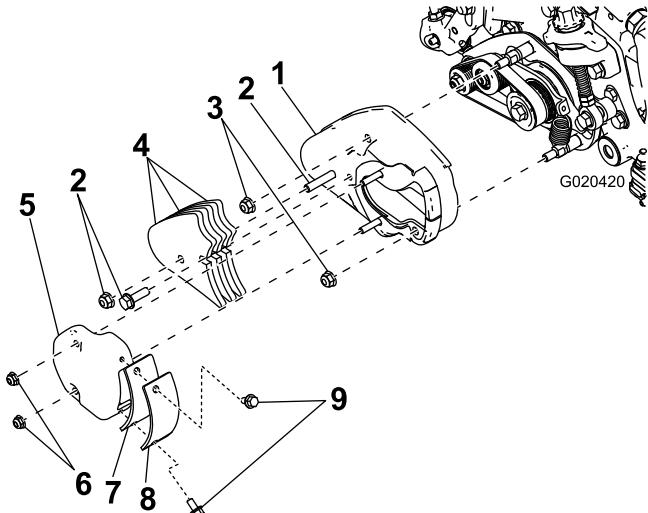

Figura 2
1. Togliete i 2 dadi flangiati che fissano il portello di accesso dell'elemento grooming al carter dell'elemento e tenerli da parte (Figura 2).
- Rimuovete i 2 bulloni a testa flangiata che fissano la piastra di copertura del groomer e la guarnizione alla copertura di accesso del groomer (Figura 2).
- Togliete i 2 bulloni e dadi che fissano le zavorre dell'elemento grooming al carter dell'elemento e gettateli (Figura 2).